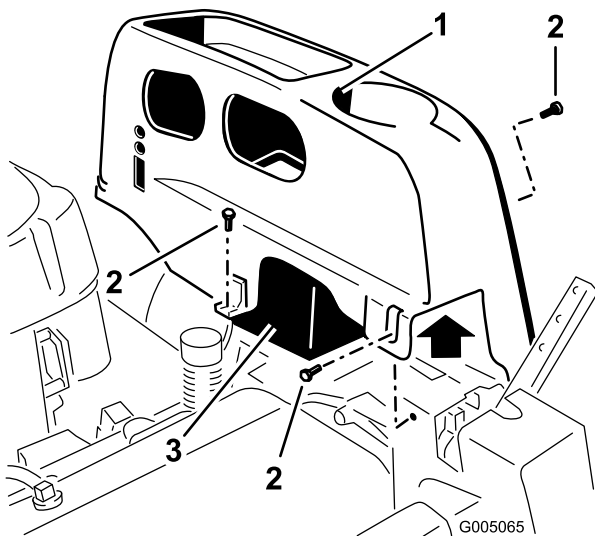

Figura 26
2. Retire los tornillos TORX® (T25) que sujetan la cubierta izquierda al bastidor, según se muestra en Figura 26.